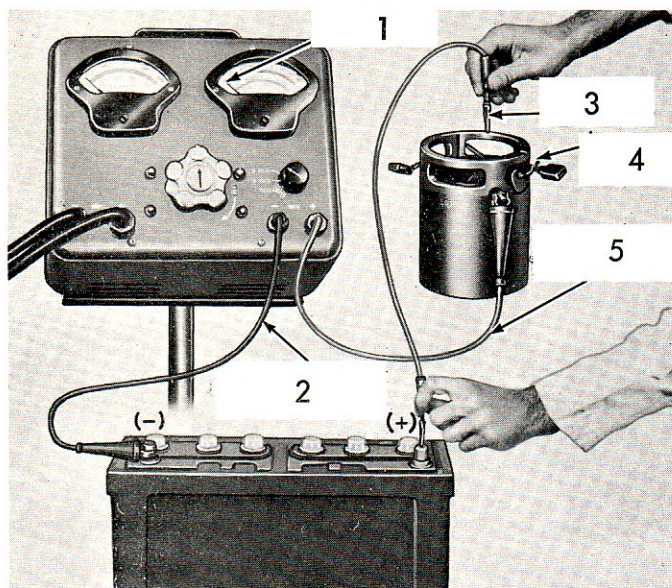

Fig. 34.
5. **Démarreurs $\varnothing 127$ mm :** Débrancher le fil positif du voltmètre monté sur la borne des bobines inductrices et rebrancher ce fil sur le fil muni d'une cosse (Voir Fig. 34). Brancher le fil volant entre la borne
2. **Démarreurs Ø127 mm :** Exécuter les stades 1 à 8 décrits dans le processus de démontage page 32 et voir Fig. 34 pour procéder à l'essai.